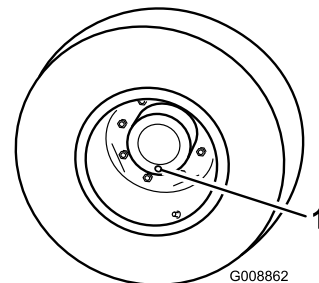

Bild 64
1. Wenn sich die Maschine auf einer ebenen Fläche befindet, positionieren Sie das Rad so, dass sich die Prüf-/Ablassschrauben (Bild 64) in der untersten Stellung (6 Uhr) befindet.